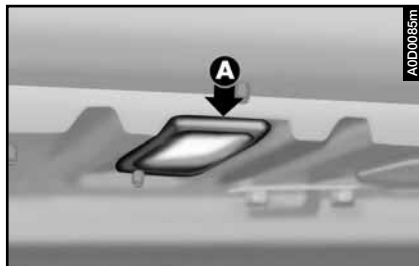

fig. 80
– sacar la lámpara haciendo palanca con un destornillador en el punto (A-fig. 80).